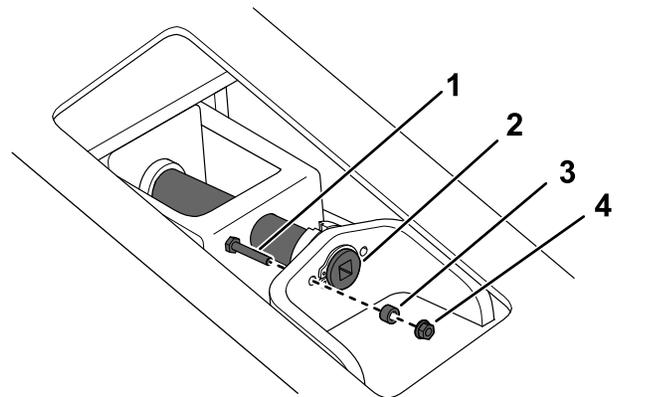

**Figura 64**
5. Afloje los 2 pernos y gire la cubierta de acceso para abrirla (Figura 64).
15. Cierre la cubierta de acceso y apriete los pernos (Figura 64). Apriete los pernos a 41 N·m (30 pies-libra).